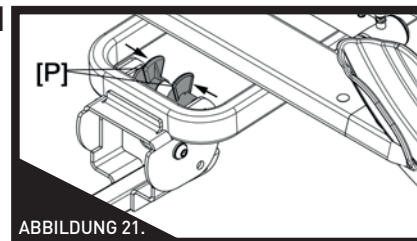

ABBILDUNG 21.
1. Drücken Sie die Entriegelungslaschen zusammen, während Sie den Fahrradträger leicht anheben (siehe Abbildung 21 oben). Senken Sie nach dem Loslassen den Fahrradträger kontrolliert ab, bis er stoppt **[Schritt 1]**. Öffnen Sie die Heckklappe **[Schritt 2]**.